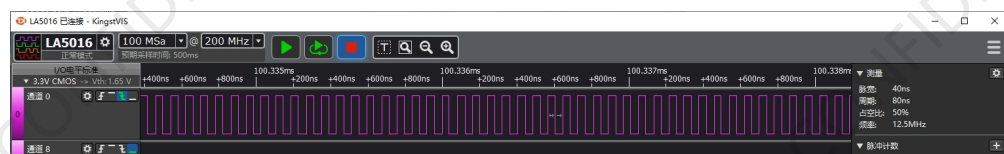
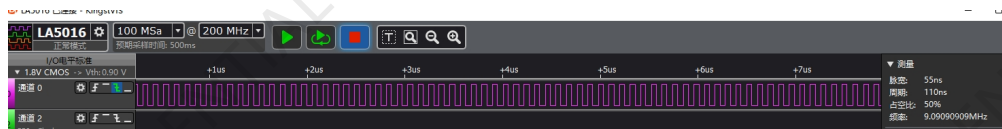

图3. CLOCK\_EXAMPLE == 1; CLOCK\_EXAMPLE == 2; CLOCK\_EXAMPLE == 5时钟图
图6. CLOCK\_EXAMPLE == 8时钟图
4. 通过定义宏，运行该例程的不同example，采集GPIO9（J31排针的P09）频率，采集到的频率如下图3至图6。
- 图3显示采集频率信号12.288MHz（平均值）左右。
- 图6显示采集频率信号9.216MHz（平均值）左右。